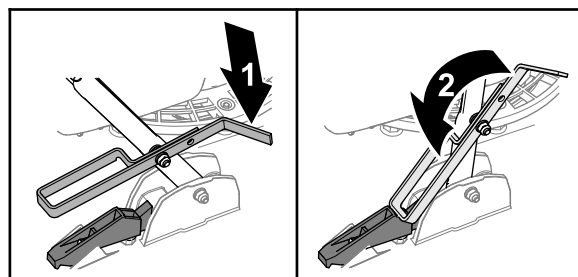

Figure 25
- Pour débloquer le guidon, soulevez-le et pivotez la cale au pied vers l'avant (**Figure 25**).